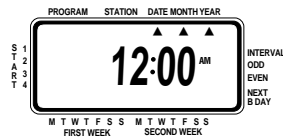

FIGURA 3: Pantalla de cristal líquido (LCD) con información circundante
- Mantenga pulsado el botón + para hacer avanzar el reloj hasta la hora del día correcta. Utilice el botón - para avanzar en sentido contrario [Vea la Figura 3]. En cuanto obtenga la hora correcta, pulse el botón **ENTER** para fijar la hora.